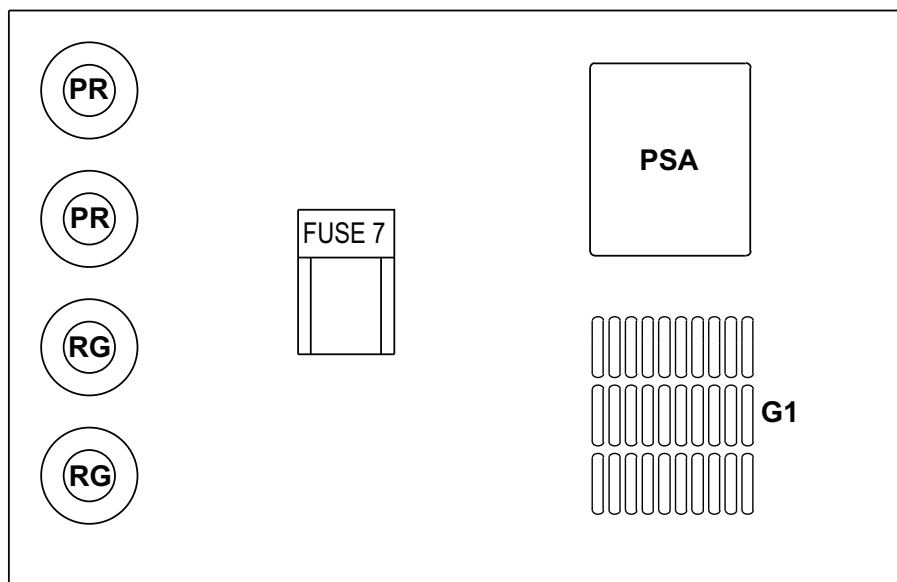

Fig.5
10. Togliere il fusibile batterie FUSE7 (fig. 5 pag. 8), cablare il box batterie come da schema (vedi pagg. 19-20).